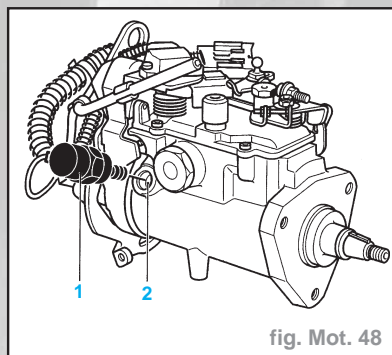

fig. Mot. 48
- Retirer IMPÉRATIVEMENT le petit filtre tamis (2) placé au fond du puits à l'aide d'une paire de pinces à becs fins, le remplacer par un filtre tamis neuf (fig. Mot. 48).